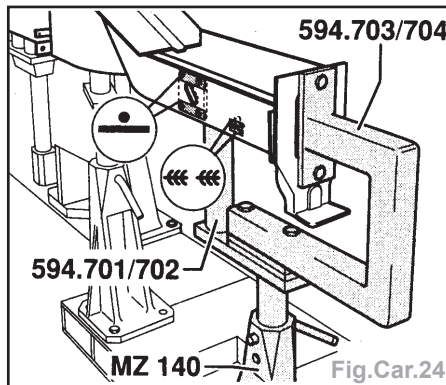

Fig.Car.24
- l'écrou à souder par simple pointage sous gaz de protection (Fig.Car.24),